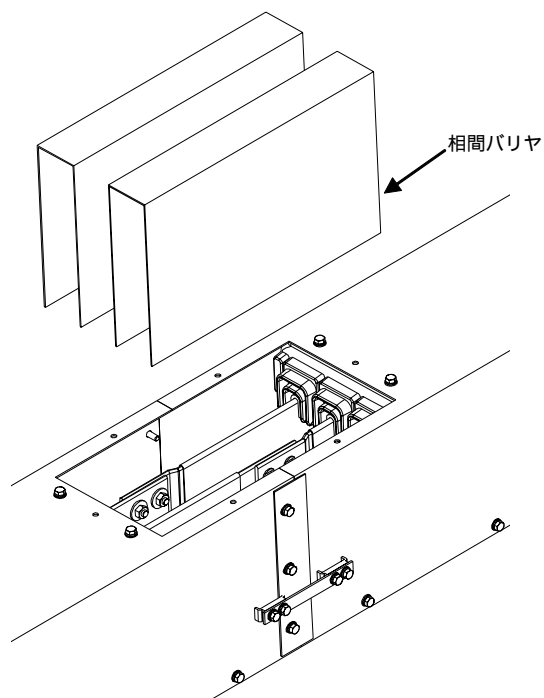

図3 接続部詳細図
- (6) 接続部1ヶ所で $\pm 3$  mmの寸法調整が可能になり、建築上の施工誤差を吸収することができます。
- (7) 接続部の導体露出部に取付ける相間バリヤは、エポキシ絶縁支持台の溝に差し込む構造とし、取付けが容易に行えます(図3)。